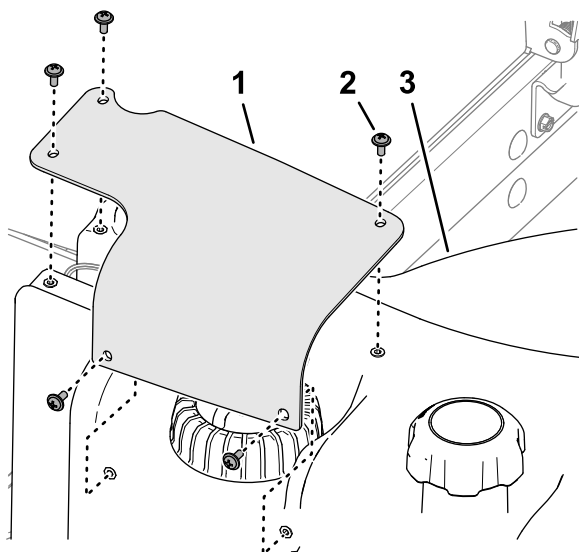

図 122
2. 燃料センダのカバーを燃料タンクに固定しているプラスねじ 5本 を外してカバーを外す **図 122**。